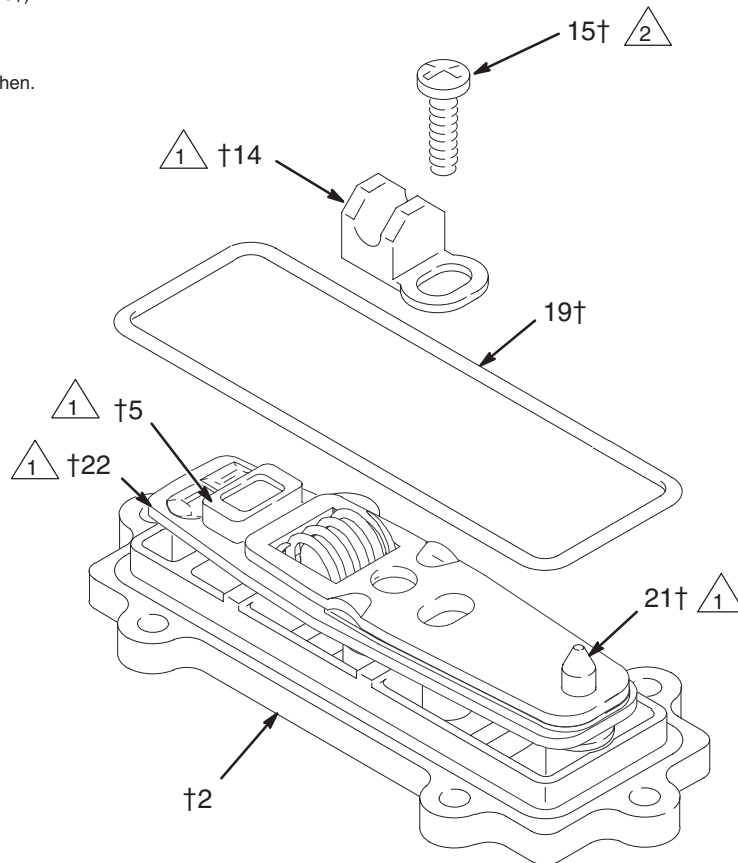

Abb. 14
8. Die Innenflächen des Sattels (14) einfetten und wie in Abb. 14 gezeigt installieren. Steuerplattensatz gut festhalten und die Schraube (15) installieren. Mit 0,8 bis 1,0 N.m anziehen. Den O-Ring (19) an der Abdeckung (2) installieren.